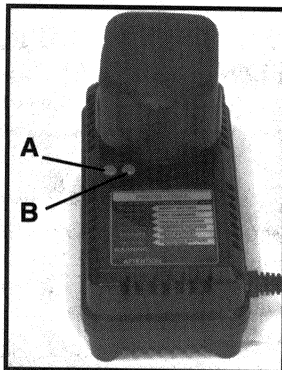

Fig. 5
Assurez vous que le voltage du circuit de puissance est le même que celui indiqué sur la plaquette des spécifications qui est sur le chargeur. Etablissez la connexion entre le chargeur et la prise de courant. Une lumière verte (A) Fig. 5 devrait commencer à clignoter. Ceci indique que le chargeur est prêt à commencer à charger.
Positionnez le bloc porte-piles sur le chargeur en faisant attention à ce que la languette du bloc porte-piles se trouve bien dans l'alignement de la fente du chargeur. Insérez le bloc porte-piles dans le chargeur (voir la Fig. 5). NE FORCEZ PAS. SI le bloc porte-piles refuse de s'insérer facilement, vous êtes en train de l'insérer incorrectement.
La lumière verte (A) Fig. 5 devrait maintenant commencer à luire continuellement. Ceci indique que le bloc porte-piles est en train de recevoir une charge rapide (si la lumière verte ne luit pas constamment, ou si la lumière rouge (B) Fig. 5 commence également à clignoter, consulter la section DIAGNOSTIQUE). Après une heure environ, l'indicateur lumineux pour la "Charge Rapide" devrait s'éteindre indiquant ainsi que le bloc porte-piles est entièrement chargé et que le chargeur fonctionne maintenant en "Charge d'appoint". On peut laisser le bloc porte-piles sur le mode "Charge d'appoint" jusqu'à ce que l'on désire en faire usage.
Le chargeur Modèle 8621 est équipé d'un système diagnostique qui vérifie automatiquement la batterie chaque fois qu'un bloc porte-piles est inséré dans le chargeur. S'il ne détecte aucun problème, le chargeur passera automatiquement sur le mode d'opération "Charge Rapide" tel que celui-ci est décrit dans la section CHARGEMENT NORMAL. Si un problème est détecté, celui-ci sera indiqué par les indicateurs lumineux du chargeur (voir Fig. 5) de la manière suivante: